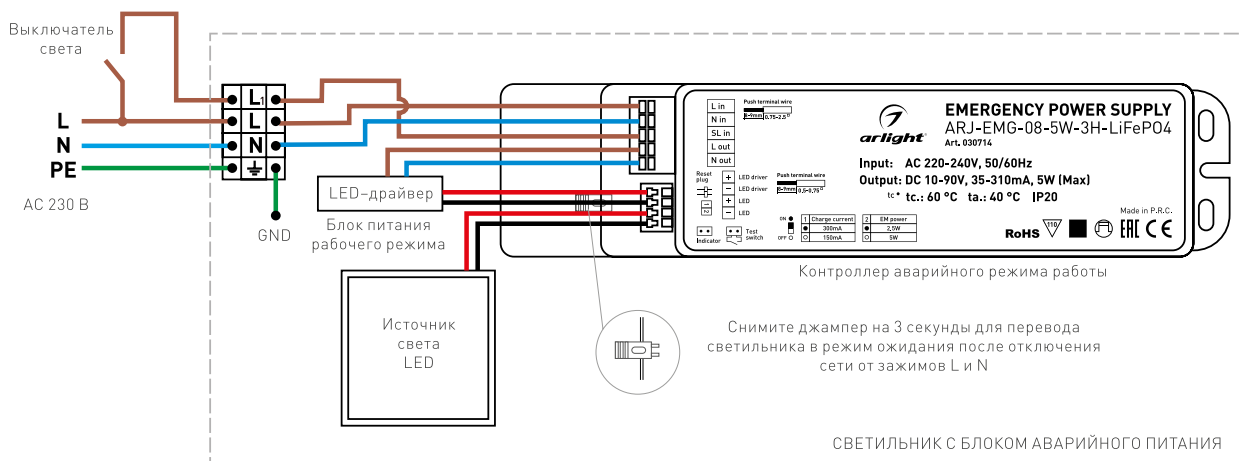

Рис. 5. Электрическая схема подключения моделей с БАП 030714
Подключите провода сетевого питания к зажимам клеммной колодки светильника (см. рис. 5):
**⚠ При транспортировке, хранении или длительном периоде бездействия необходимо перевести светильник в режим ожидания. Для этого необходимо отключить на контроллере специальный джампер на 3 секунды и включить его обратно (джампер расположен под синей крышечкой контроллера, см. рис. 5). Эта операция переведет контроллер в режим ожидания. Светильник автоматически перейдет в дежурный режим после подключения к сети.**